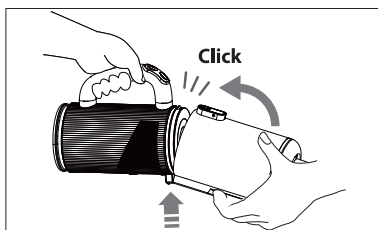

Abb. 22 – Staubbehälter anbringen
- ▶ Drücken Sie den Staubbehälter vorsichtig nach oben, bis er hörbar einrastet (**siehe Abb. 22**).